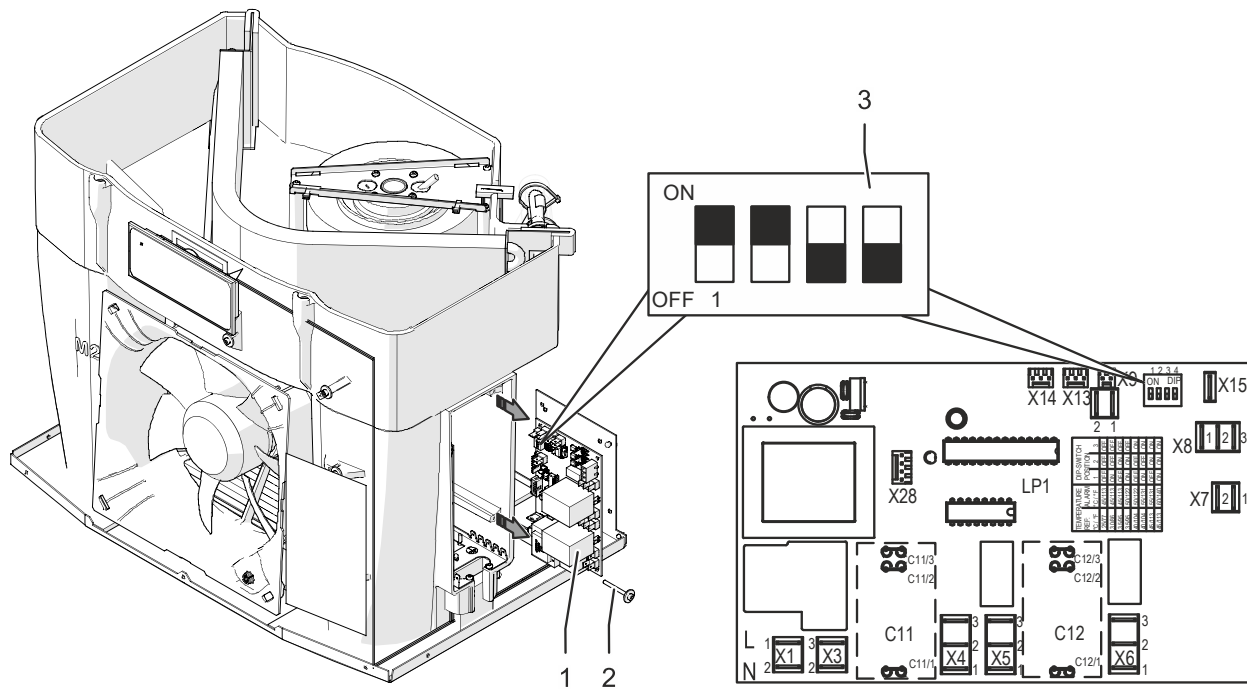

Fig. 22: réglage des commutateurs DIP
2. Retirer la vis en plastique (Fig. 22, rep. 2).
3. Sortir la platine du contrôleur (Fig. 22, rep. 1).
4. Régler le commutateur DIP (Fig. 22, rep. 3) sur le contrôleur conformément à « Possibilités de réglage des commutateurs DIP », Page 41.